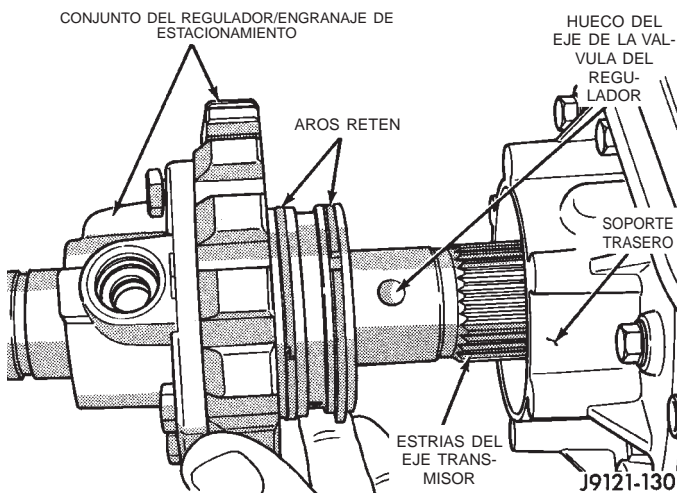

Fig. 33 Cuerpo del regulador
(12) Retire los pernos que fijan el cuerpo del regulador al engranaje de estacionamiento (Fig. 33).
(13) Separe el regulador del engranaje de estacionamiento.
(14) Extraiga el engranaje de estacionamiento del soporte trasero.
(1) Instale el engranaje de estacionamiento en el soporte trasero de modo que la corona del cubo curvado quede alineada con el orificio a través del eje transmisor.
(2) Instale el filtro del regulador en el engranaje de estacionamiento.
(3) Deslice el cuerpo del regulador sobre el eje transmisor y alinee el orificio con el filtro.
(4) Instale los pernos que fijan el cuerpo del regulador al engranaje de estacionamiento. Apriete los pernos con una torsión de 11 N·m (95 lbs. pulg.) (Fig. 33).
(5) Instale en el eje transmisor los anillos de muelle y la arandela del cuerpo del regulador-engranaje de estacionamiento de la siguiente manera: